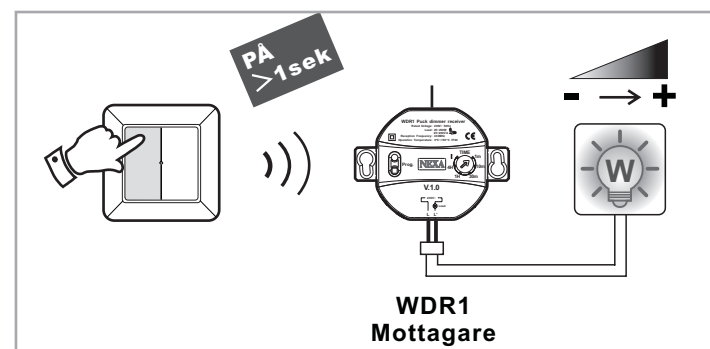

fig.13
- Genom längre tryck på vippans övre del (>1sek) stegras belysningen mellan 5%-100% (se fig.13).